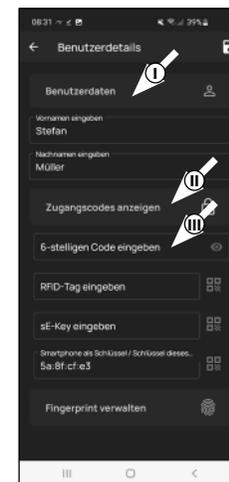

Abb. 3
- Sie gelangen in eine Übersicht mit den Benutzerdaten. Sofern Sie einen neuen Benutzer angelegt haben, geben Sie bitte zunächst den Vor- und Nachnamen des Benutzers ein (I) (Abb. 3).
- ! Hinweis:** In diesem Absatz können Sie dem Benutzer gewünschte Öffnungsmedien (z. B. Benutzercode oder Fingerprint) hinterlegen (II) (Abb. 3). Dem Benutzerprofil des Administrators wurde automatisch die Schlossöffnung per Smartphone hinterlegt.
- Sofern Sie eine optional erhältliche Pincode- oder Fingerprint-Tastatur besitzen (z. B. *ENTRY 7711 PIN*), können Sie in diesem Absatz einen 6-stelligen Benutzercode als Öffnungsmedium einspeichern. Hinweise zur Einrichtung finden Sie in der Anleitung des jeweiligen Artikels (III) (Abb. 3)